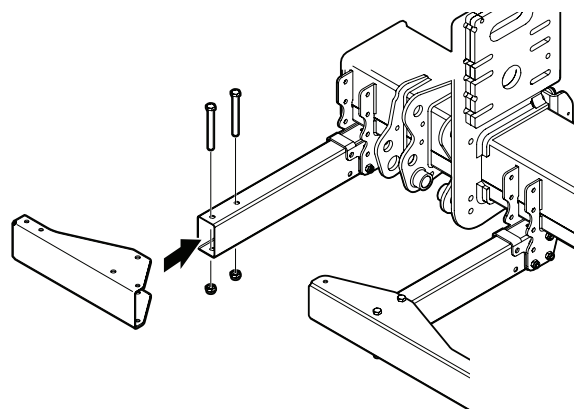

Imagen 44. Montaje de perfil de chapa externo
4. Monte los perfiles exteriores de chapa metálica con 2 tornillos M12x110 cada uno. Consulte Imagen 44.